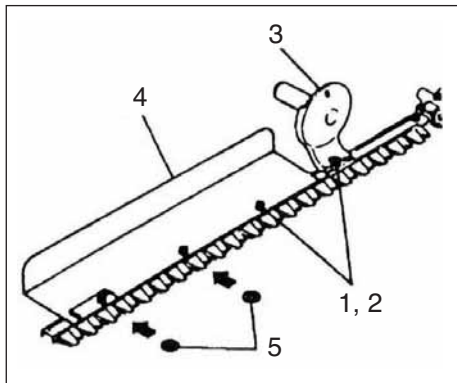

Рис.1-1
Рукоятка В (3) и накопительная пластина (4) (Рис. 1-1)
1. Демонтировать четыре шайбы и гайки (1) на конце режущего лезвия.